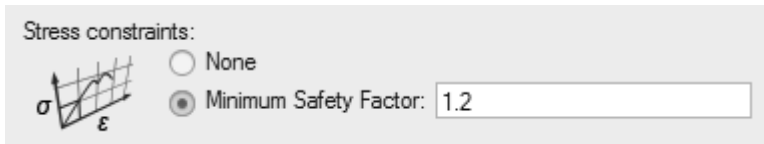

图 7-14
3) 对于应力约束，使用默认的最小安全系数 1.2，如图 7-14 所示。Inspire 通过分析模型中使用的材料来确定哪一种材料具有最低屈服应力，然后除以最小安全系数，以计算出应力约束。